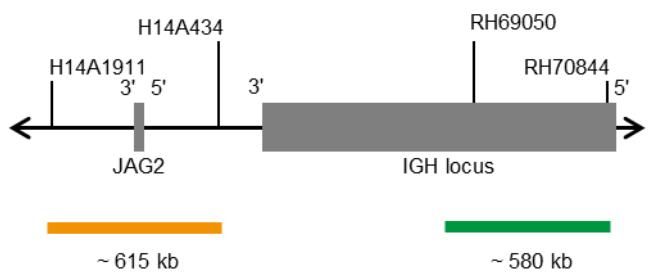

Fig. 1: SPEC IGH Mapa da sonda (não à escala)
- Polinucleótidos marcados com ZyGreen (excitação 503 nm/emissão 528 nm) (~10 ng/μl), que têm como alvo sequências mapeadas em 14q32.33* (chr14:106,690,778-107,268,412) distal à região do ponto de quebra IGH (ver Fig. 1).
- Polinucleótidos marcados com ZyOrange (excitação 547 nm/emissão 572 nm) (~4,5 ng/μl), que têm como alvo sequências mapeadas em 14q32.33* (chr14:105,296,741-105,909,611) proximais à região do ponto de quebra IGH (ver Fig. 1).